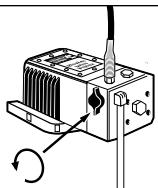

Figure 4- Tourner La Commande Amorcer/Pulvriser
3. Tourner la Commande Amorçage/Pulvérisation à la position "Prime", (Amorçage) (Voir Figure 4).